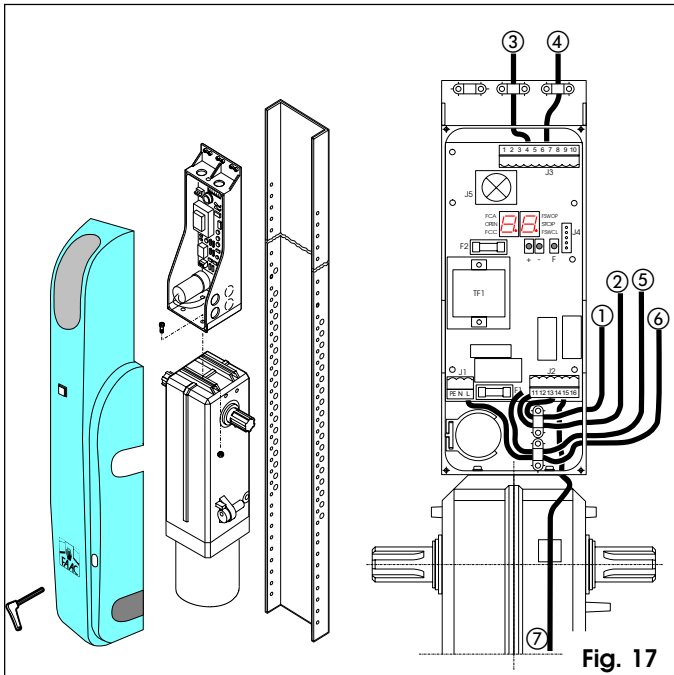

Fig. 17
- Con el eje de rotación arriba (Fig. 17)